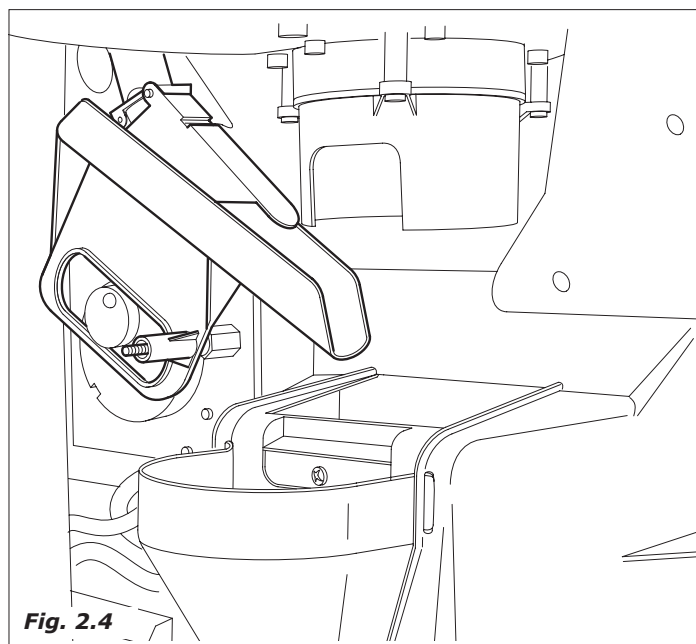

Fig. 2.4
- Successivamente, **solo per il mod. BVM971**, si attiva il motoriduttore, che attraverso la camma, effettua la movimentazione dello scivolo per portare lo zucchero all'interno del bicchiere (Fig.2.4).